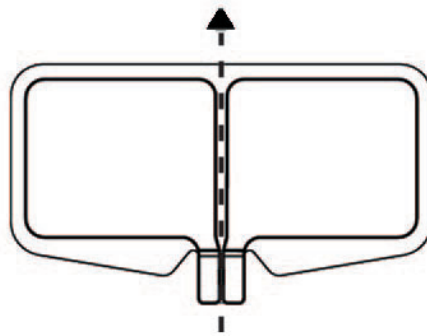

Рис. 1-1
- ➔ Ось симметрии нейтрального электрода должна быть направлена к операционному полю. Ток должен течь от активного электрода (инструмента) по оси симметрии нейтрального электрода (Рис. 1-1).